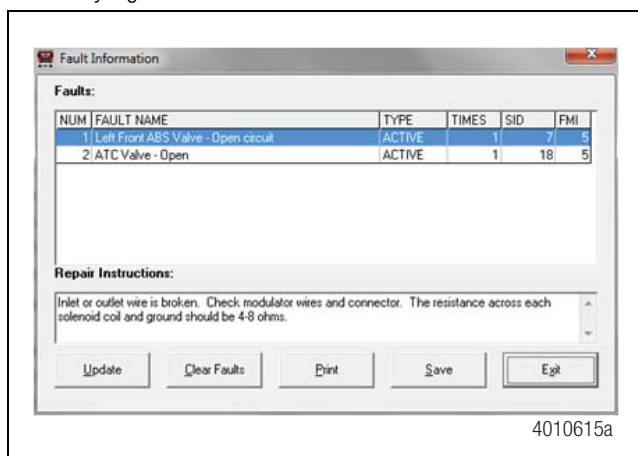
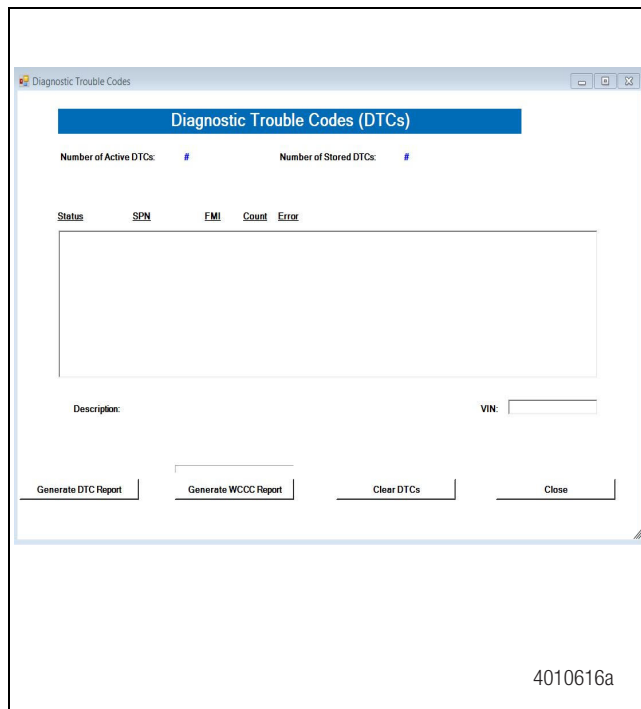

Figura 3.5
Figura 3.6
7. En el menú desplegable, seleccione **Diagnostic Trouble Codes** (Códigos de Diagnóstico de Fallas). Esto abrirá la pantalla de información de fallas ("Fault Information"). Figura 3.5 y Figura 3.6.